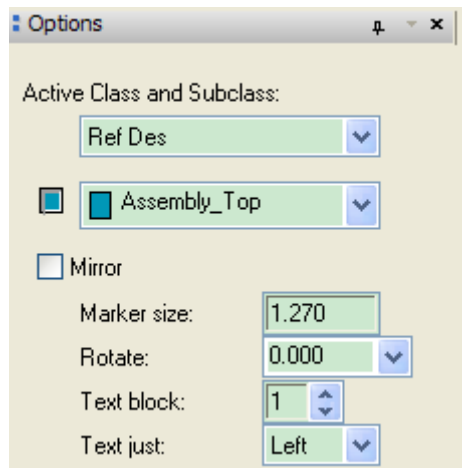

图 2.25 添加装配层元件位号
- 添加装配层位号，该层不是必需的，可以根据贴片工艺选择。击左边工具栏  图标，或者选择菜单 Add->Text，或者直接用菜单 Layout->Labels->RefDes。Options 窗口如图 2.25 所示。在元件旁边单击鼠标左键，然后在命令状态栏中输入：dev(大小写无所谓)回车，右键选择 Done。